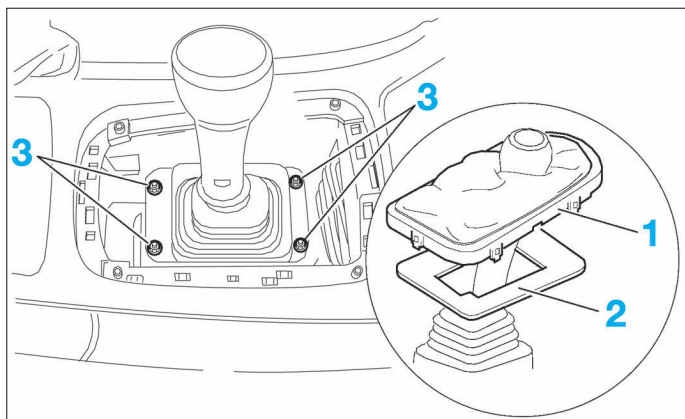
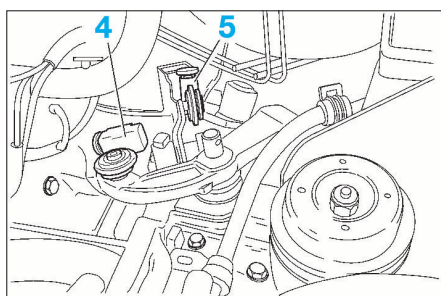
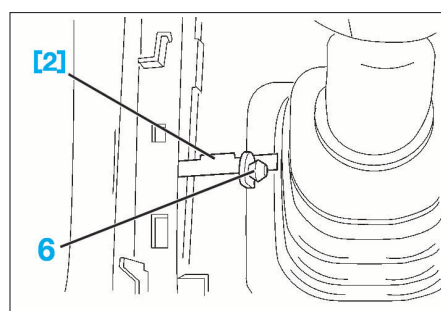

FIG. 15
FIG. 16
FIG. 18
- le cache-commande (1) (Fig.15).
- la cale d'insonorisation (2).
- les vis de fixation (3) du boîtier de commande.
- Décliper les rotules de passage (4) et de sélection (5) (Fig.16) à l'aide de l'outil [1].
- Retirer le bouchon (6) (Fig.18).